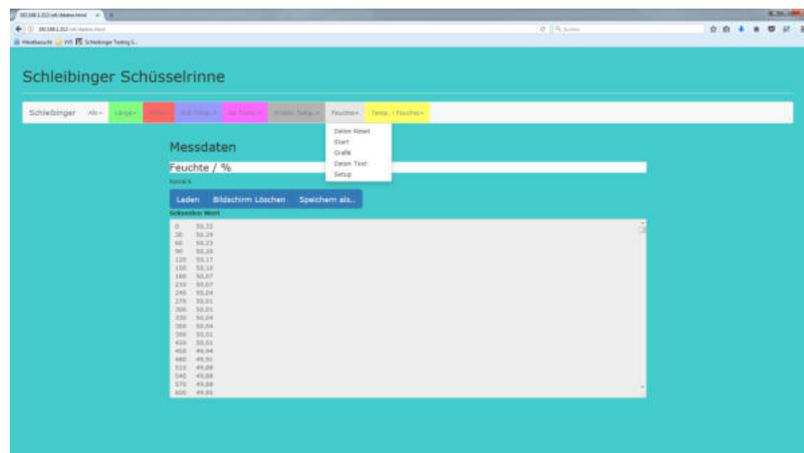

Abbildung 29: Anzeige der Messdaten
- Die Messdaten des ausgewählten Kanals werden in Tabellenform angezeigt (Abb. 29). In der ersten Spalte werden Sekunden ab Messbeginn und in der zweiten Spalte die jeweiligen Messwerte gelistet.